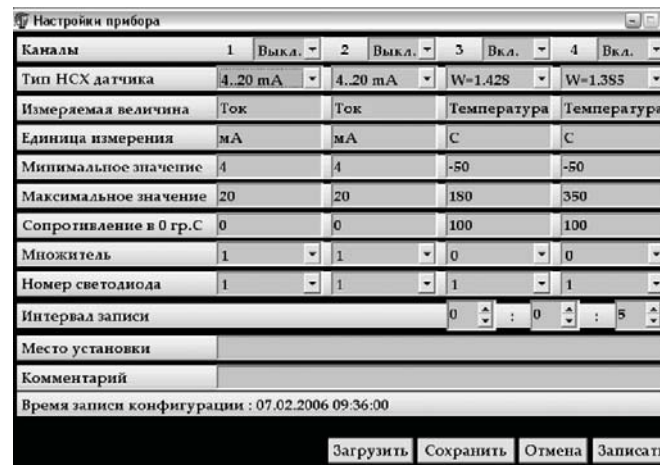

рис.13
1) Навести мышью на строку в таблице, соответствующую прибору, щелкнуть по ней мышью и в появившемся меню (рис. 11) выбрать пункт «Настройки прибора». Появится окно настроек, приведенное на рис. 13. В этом окне число каналов соответствует типу прибора: для ИС-203.4 - 4 канала, для ИС-203.3 - 2 канала.